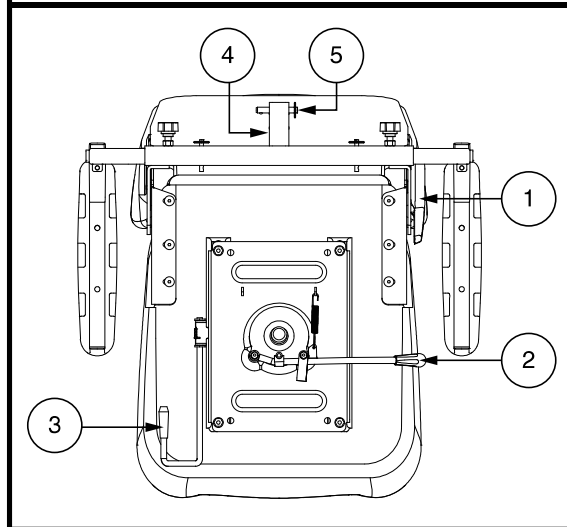

Figura 20. Regolazioni del sedile - Stile B
Per regolare il sedile reclinabile dello scooter, osservare questi passaggi. **Vedere figura 20.**
1. Tirare verso l'esterno la leva scorrimento sedile. **Vedere figura 20.**
L'inclinazione del bracciolo dello scooter è regolabile verso il basso o verso l'alto ruotando l'registrazione. **Vedere figura 20.**
La staffa accessoria montata posteriormente consente di collegare un accessorio personale come un cestino, un porta-deambulatore o una bombola di ossigeno alla parte posteriore dello scooter. Utilizzare il perno di fermo per fissare saldamente l'oggetto alla staffa accessoria. **Vedere figura 20.** Per dettagli rivolgersi al fornitore autorizzato.